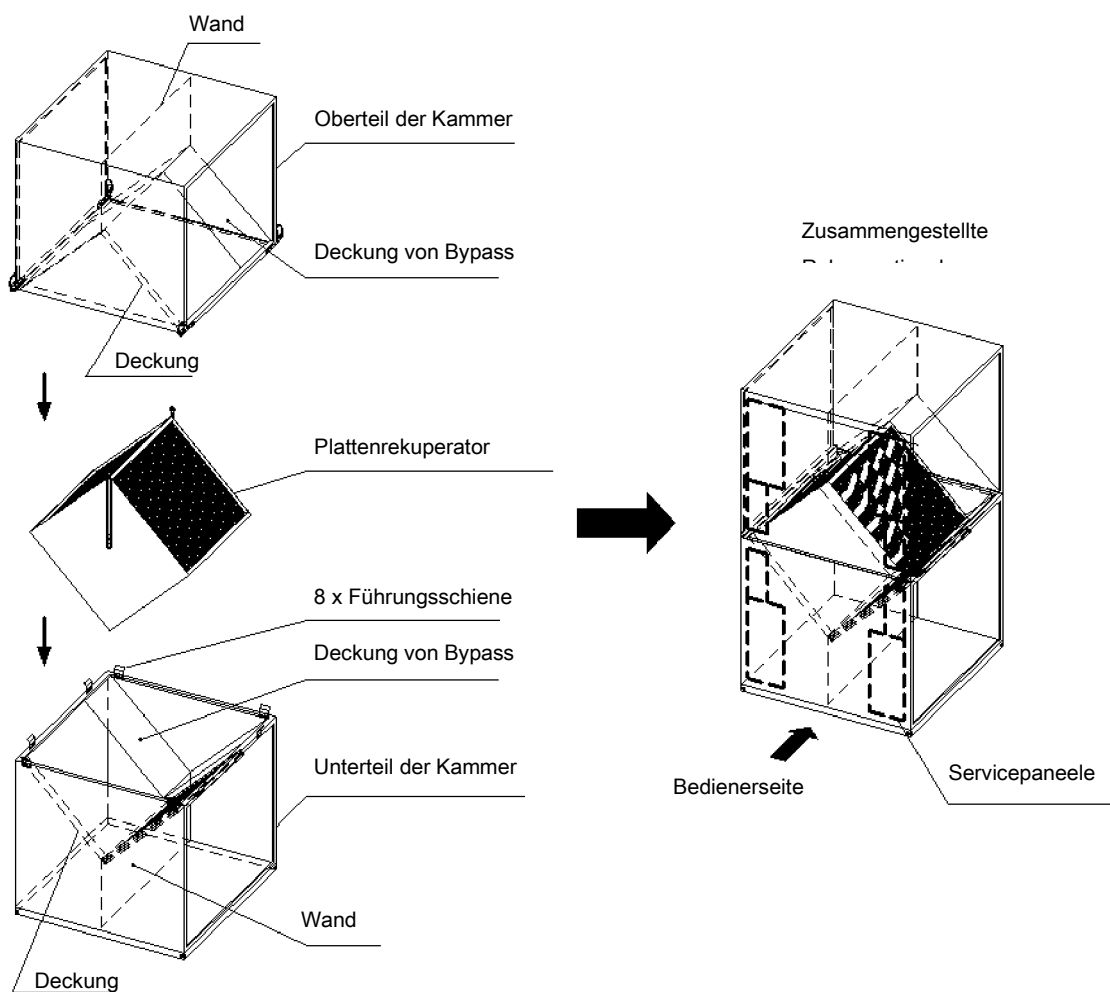

Bild 1 Schema der Zusammenstellung der geteilten Kammer
- DEN OBERTEIL DER KAMMER AUF DEN UNTERTEIL AUFSTELLEN, DIE GENAUE POSITION WIRD MIT DEN FÜHRUNGSSCHIENEN GESICHERT, SIEHE Bild 1